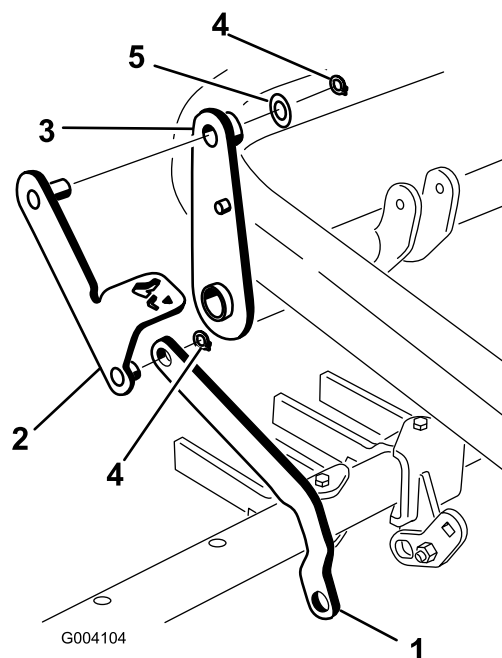

Figura 15
3. Infilate l'estremità della bielletta della barra attrezzi sulla colonnetta corta del gruppo leva del pedale e fissatela con un anello di ritenuta (Figura 15).
4. Inserite la colonnetta all'altra estremità del gruppo leva del pedale nella parte superiore del gruppo leva e fissatela mediante una rondella (7/8 poll.) e un anello di ritenuta (Figura 15).